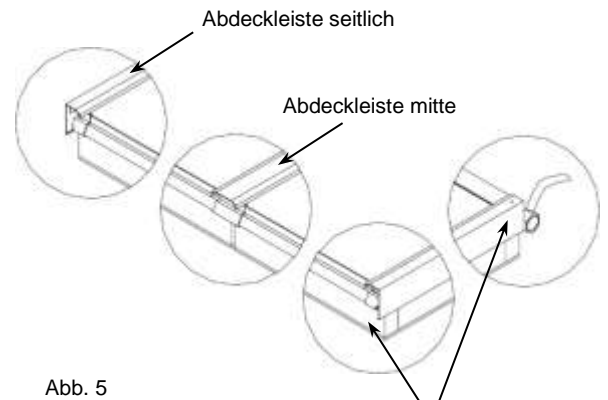

Abb. 5
11. Dann erst werden die mittleren Abdeckleisten über die Zwischenräume der Kollektoren geklipst (Abb. 5).